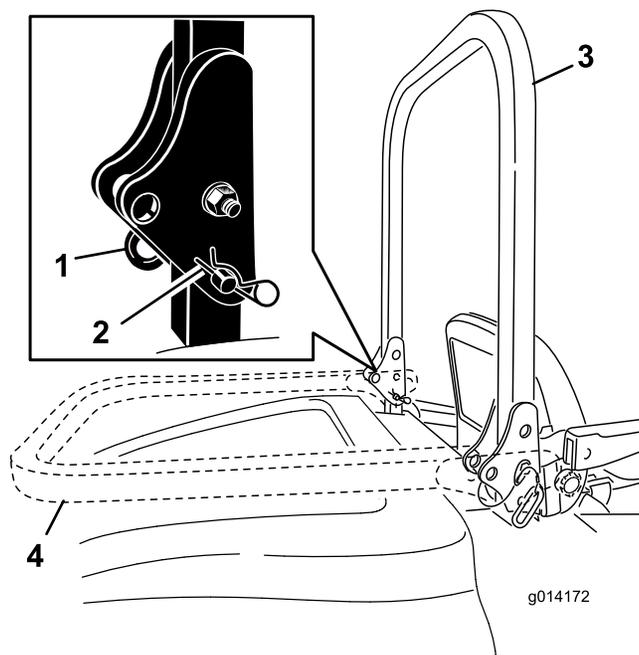

Bild 8
1. Nehmen Sie zum Absenken des Überrollbügels die Splints ab, drücken Sie den Überrollbügel nach vorne gegen die Federn und nehmen Sie die beiden Stifte ab (Bild 8).
2. Senken Sie den Überrollbügel ab (Bild 8).
3. Setzen Sie die zwei Stifte ein und befestigen Sie diese mit den zwei Splints (Bild 8).
4. Nehmen Sie zum Aufrichten des Überrollbügels die Splints ab und entfernen Sie die beiden Stifte (Bild 8).
- Richten Sie den Überrollbügel ganz auf und setzen Sie die beiden Stifte ein. Befestigen Sie die Stifte mit den Splints (Bild 8).